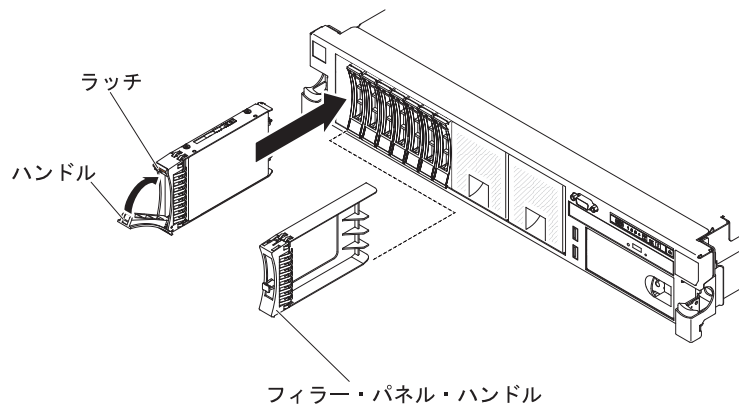

図 130. SAN ボリューム・コントローラー 2145-DH8 ブート・ドライブの交換
4. 図 130 に示すように、ディスク・ドライブ・ハンドルが開 (アンロック) 位置にあることを確認します。